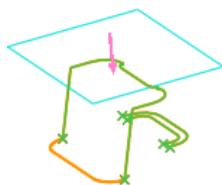
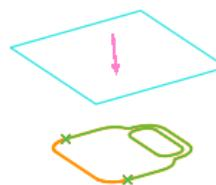

图 4.6 链 1-1 (上部)
图 4.7 链 1-1 (下部)
Step4. 在轮廓曲线中选取所需的链。在“轮廓曲线”操控板中单击 **环选择** 选项卡，在系统弹出的“环选择”窗口中选择 **链** 选项卡，然后在列表中选取 **1-1** (此时图 4.6 所示的链变亮)，在 **1-1** 右侧的 **状况** 下拉列表中选择 **下部** 选项，如图 4.7 所示。